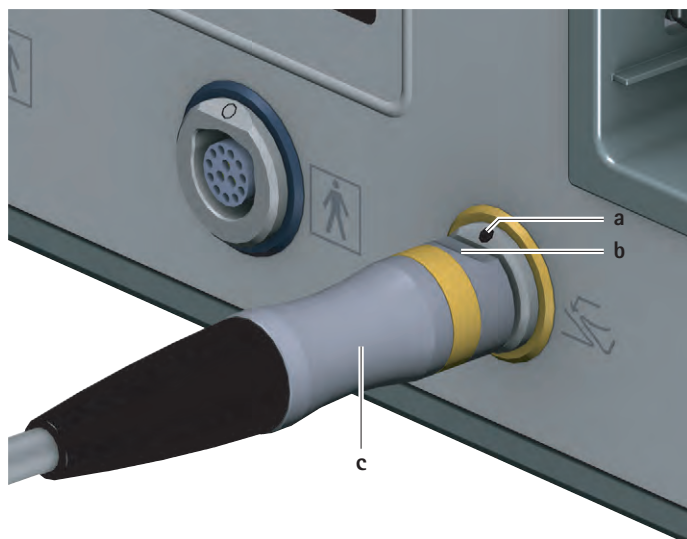

Fig. 2 Collegamento del comando a pedale
- ▶ Orientare il connettore del comando a pedale c in modo che la marcatura b del connettore coincida con quella a presente sulla presa di collegamento del comando a pedale 6, vedere Fig. 2.
- ▶ Tirare il connettore del comando a pedale **c** dalla presa di collegamento del comando a pedale **6**, vedere Fig. 2.